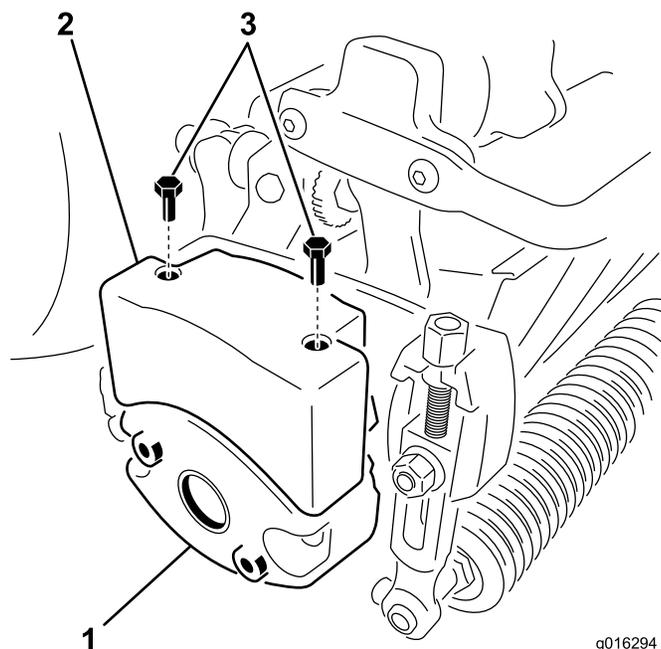

図 10
4. ウェイトをカッティングユニットの側面に固定しているボルト2本を外す **図 10**。
6. カッティングユニットのウェイトに上部ウェイトを取り付ける六角ヘッドねじ2本を使用する **図 10**。